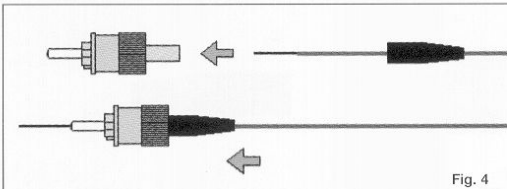

Fig. 4
5. Introducir cuidadosamente el cable de fibra óptica por la parte trasera del cuerpo del conector y posteriormente encajar la capucha en el cuerpo del conector (fig. 4).